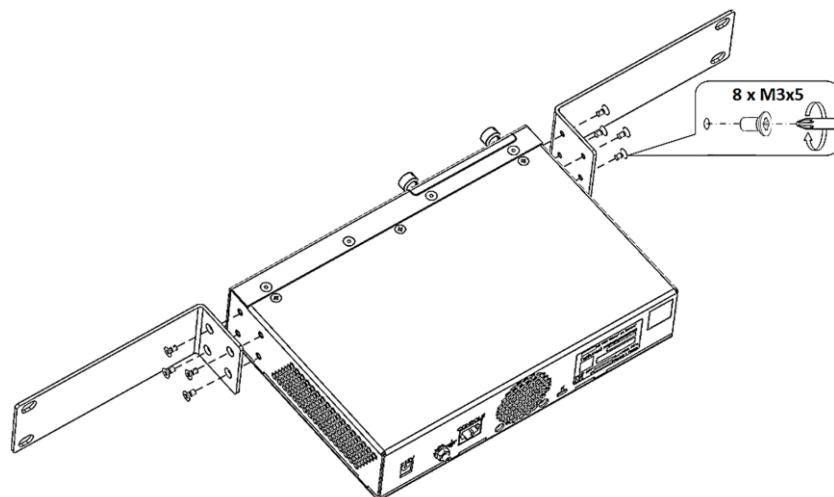
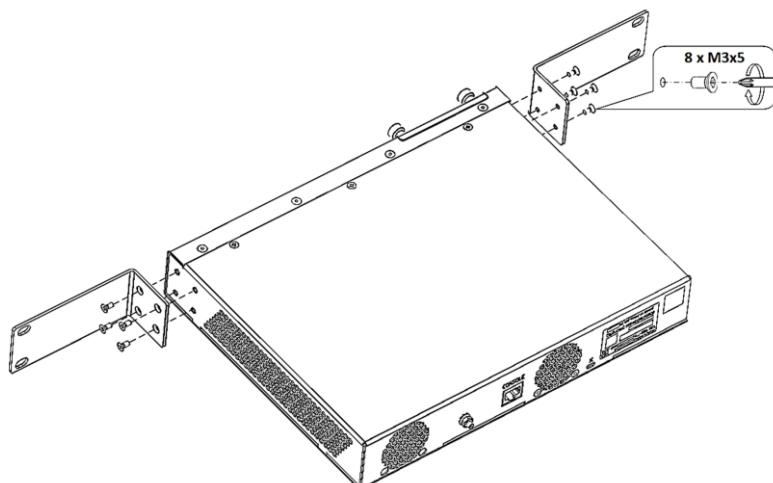

Рисунок 32 – Крепление кронштейнов из комплекта для монтажа в стойку
Рисунок 33 – Крепление кронштейнов из комплекта для монтажа в стойку
- прикрепите кронштейны винтами к корпусу с помощью отвертки (рисунок 32, рисунок 33).